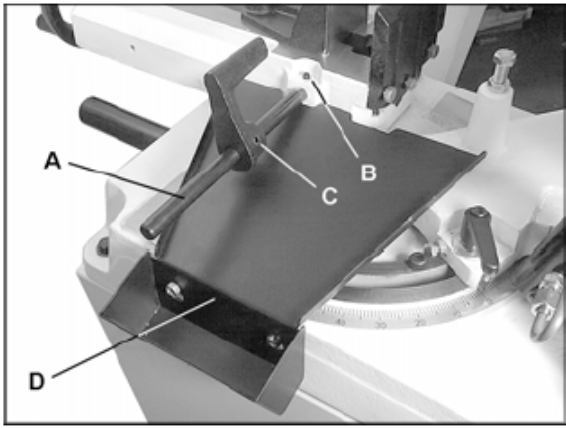

Рис.4
Установите стержень концевого упора (А, Рис.4) в основание станка и зафиксируйте его винтом (В).
Стружкосборник (D) может быть установлен как показано на рис.4